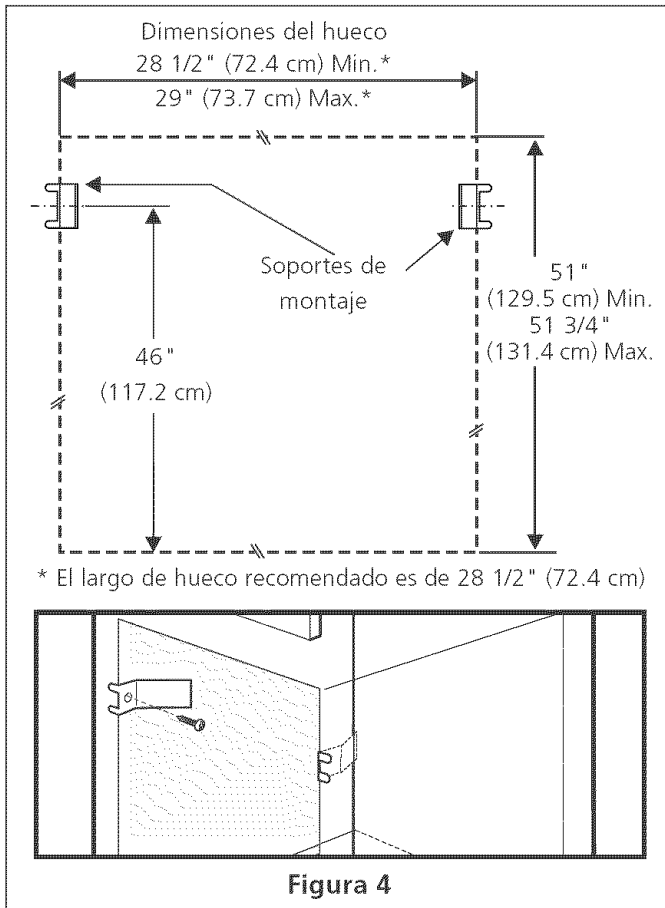

Figura 4
2. Instale la abrazadera de montaje como en la figura 4. Nota: Para prevenir cualquier tipo de daño al gabinete es recomendable perforar agujeros con un diametro de 1/16" (0,16cm) antes de instalar los soportes de montaje.